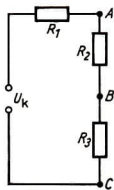

Bild 41
- 7.21 Berechnen Sie in der Schaltung nach Bild 41 die Spannung zwischen den Punkten 1. A und B, 2. A und C, 3. B und C. Geben Sie an, welchen Innenwiderstand diese drei als Spannungsquellen benutzbaren Anschlußmöglichkeiten haben.